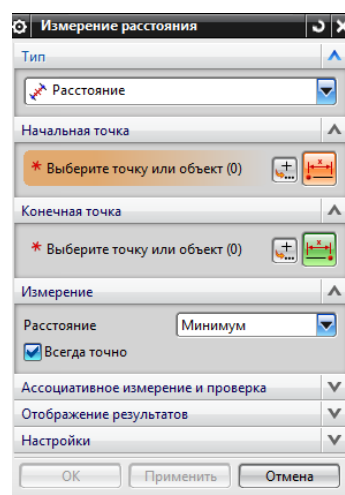
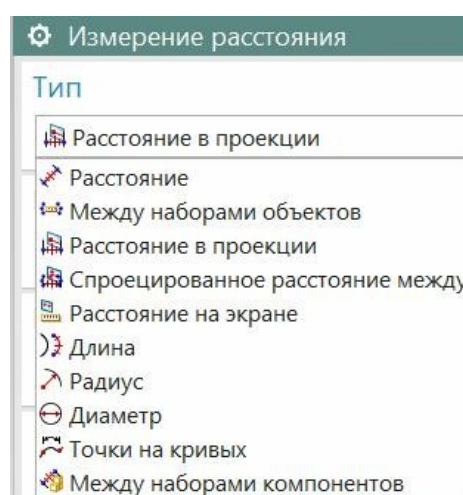

рис.76
рис.77
- Оставшиеся две пиктограммы (рис.72) посвящены **измерениям**. Самой интересной в этом отношении является крайняя правая пиктограмма. По её нажатию появляется диалоговое окно рис.76. В поле **Тип** система предлагает разные способы измерений (рис.77).